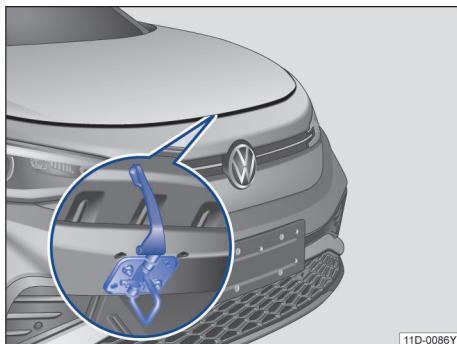

图 141 散热器格栅上方用于打开前舱盖的拉杆
- 向上提起前舱盖前部中央的开启拉杆，抬起前舱盖并将其打开→图 141→▲